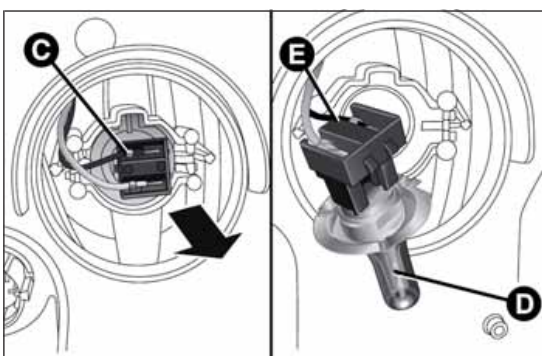

Abb. 173
- Stecker + Lampenhalter C Abb. 173 nach außen ziehen;